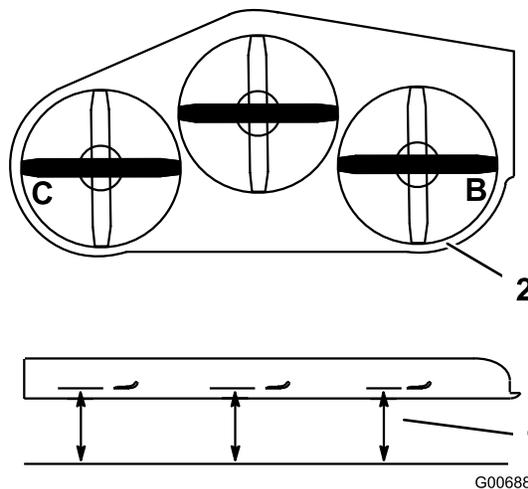

Figura 83
- Coloque las cuchillas en posición lateral. Mida en las posiciones **B** y **C** desde una superficie nivelada hasta el filo de corte de los extremos de la cuchilla (Figura 83).